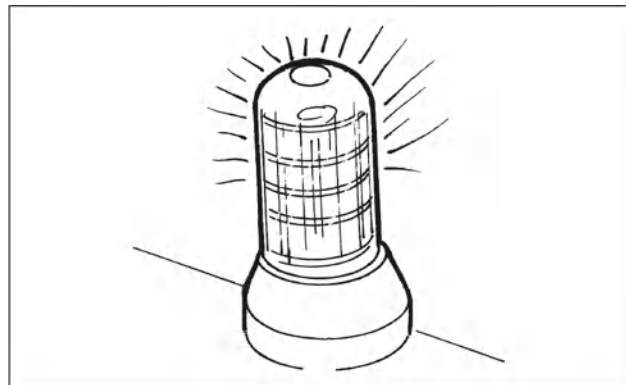

Рис. 2-45
- Используйте надлежащие световые приборы или, при необходимости, проблесковый маячок как днем, так и ночью (рис. 2-45).